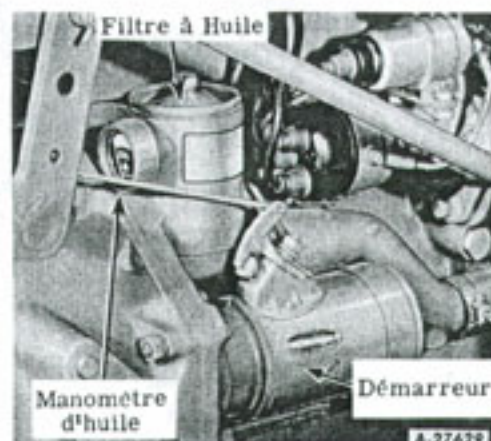

Figure 5 A
- Figure 5 B A zones de couleur
- Figure 5 C A graduations de 0 à 6 kg/cm²